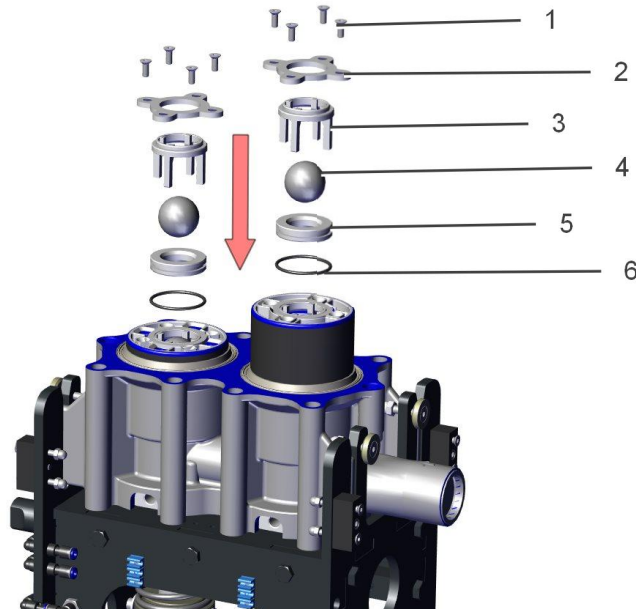

Abb. 6- 1: Demontage der Medienventile im Zylinderblock
1. Alle acht Senkkopfschrauben M6x16 (1) mit einem 4 mm Innensechskantschlüssel herausschrauben (Abb. 6- 1: Demontage der Medienventile im Zylinderblock).
2. Beide Haltesterne (2) entnehmen.
3. Beide Körbe (3) und Kugeln (4) entnehmen.
4. Beide Ventilsitze (5) mit den O-Ringen (6) herausnehmen.